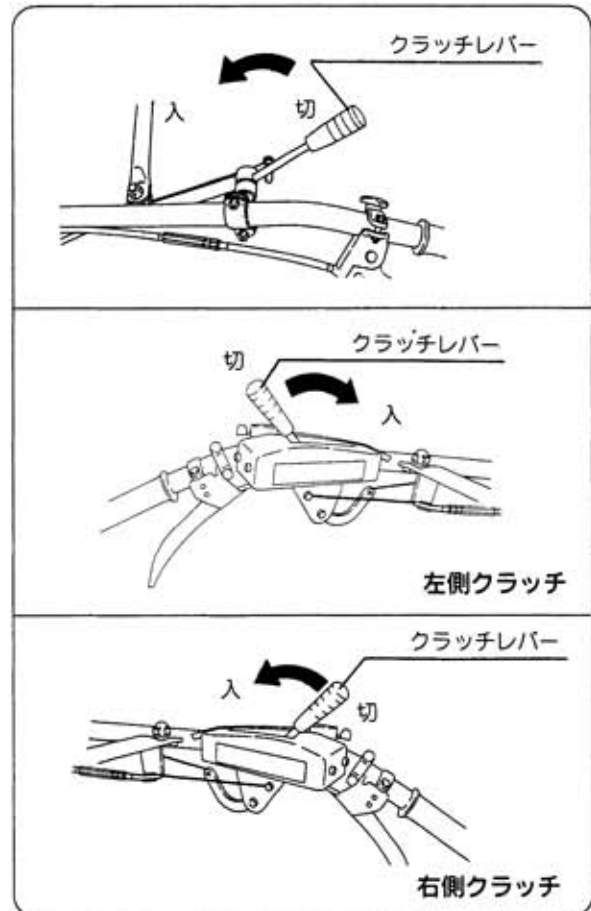

図37
- ① ロータリのクラッチレバーを「入」位置にします。(図37)